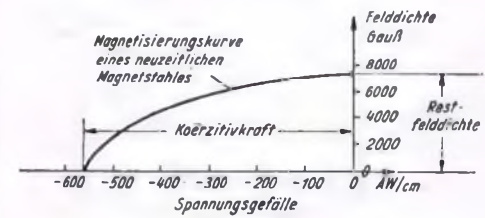
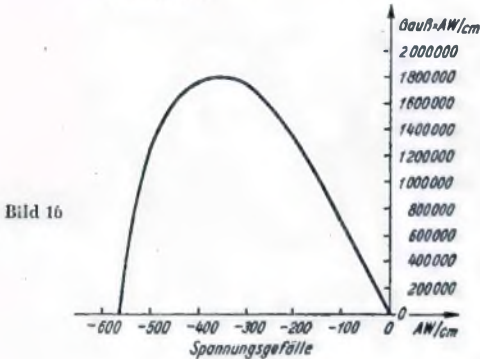

Bild 4
Bild 16
Bild 16 zeigt die dem Bild 4 entsprechende Produktkennlinie. Aus dieser erkennen wir, daß das Produkt in dem Spannungsgefällebereich zwischen 300 und 400 AW/cm am größten wird, und entnehmen, daß es sich empfiehlt, das Spannungsgefälle mit etwa 350 AW/cm zu wählen, wozu eine Feldstärke (siehe Bild 4) von rund 5200 Gauß gehört. Mit diesen Werten können — für gegebene Werte des Feldes und der Ampereerwindungen — der Querschnitt und die Länge des Magneten leicht ermittelt werden.
1. Beispiel: Wir berechnen erst einen Magneten aus neuzeitlichem Magnetstahl: Gegeben sind: Wert des Feldes = 30 000 Feldlinien, magnetische Spannung = 1600 Amperewindungen, Kennlinie nach Bild 4 und daraus Kennlinie nach Bild 16.
Die Kennlinie nach Bild 16 sagt uns, daß wir mit 350 AW/cm am besten fahren. Zu 1600 AW gehört bei 350 AW/cm eine Länge von $1600 : 350 = 4,6$ cm. 30 000 Feldlinien bedeuten bei 5200 Gauß oder 5200 Feldlinien je cm^2 einen Feldquerschnitt von $30 000 : 5200 = \text{rund } 5,8 \text{ cm}^2$.